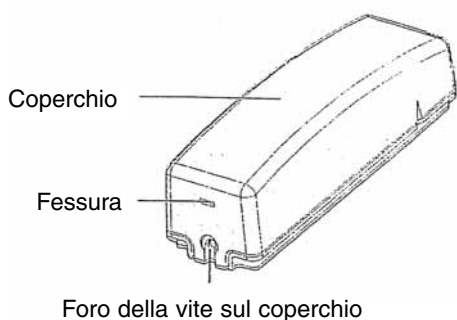

Figura 1 Rimuovere il coperchio del sensore
1. Rimuovere il coperchio del sensore, premendo con un piccolo cacciavite nella fessura posto alla fine del sensore sollevando poi il coperchio. (Figura 1)
1. Rimuovere il coperchio del sensore (Figura 1).